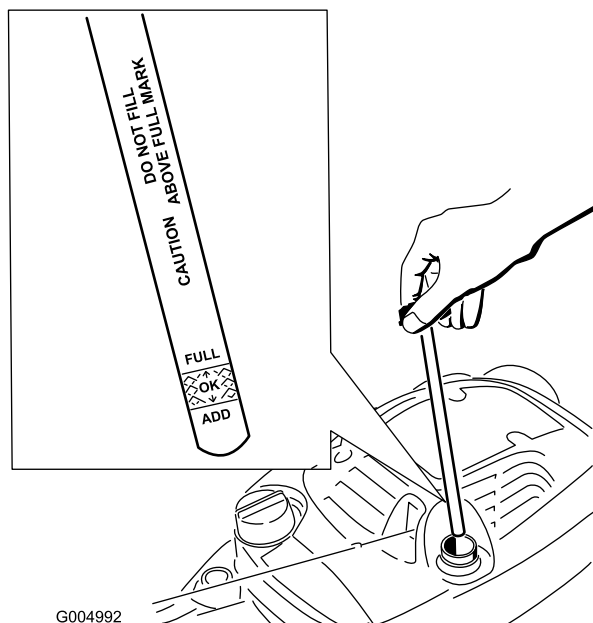

Figura 21
2. Retire la varilla (Figura 21).